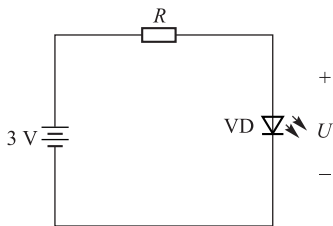

图 1-22 外接电源测试发光二极管
(1) 阳极、阴极的判别。一般引脚引线较长者为阳极,较短者为阴极。若管帽上有凸起标志,则靠近凸起标志的引脚为阴极。
(2) 阳极、阴极及性能的检测。
① 万用表检测。利用具有 $R \times 10k$ 挡的指针式万用表可以大致判断发光二极管的阳极、阴极及性能好坏。正常时,二极管正向电阻为几十千欧至 $200\text{ k}\Omega$,反向电阻为 ∞ 。因此,通过测量正反两次电阻就可以判断阳极和阴极。若测得正向电阻为 0 或 ∞ ,反向电阻很小或为 0,则发光二极管损坏。
② 外接电源测量。用 3 V 稳压源或两节串联的干电池及万用表(指针式或数字式皆可)可以较准确地测量发光二极管的光、电特性。按图 1-22 所示电路连接,如果测得发光二极管电压为 $1.4 \sim 3\text{ V}$,且发光亮度正常,说明发光二极管正常。如果测得发光二极管电压为 0 或 3 V ,且不发光,说明发光二极管已坏。